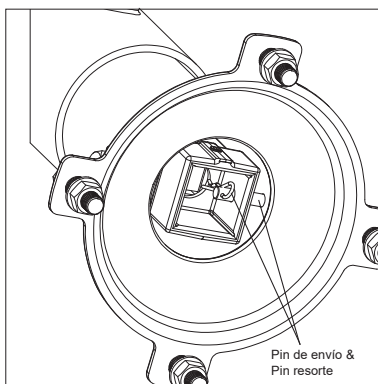

Fig. 4A
**PRECAUCION:** Retire el pasador de envío y el pasador de resorte, antes de bajar el adaptador de tuerca para llave (F334), sobre la tuerca para llave. (Ver Fig. 4A)